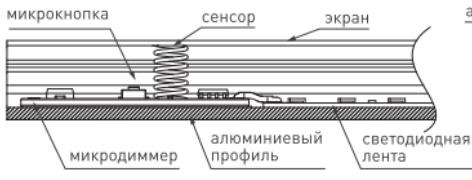
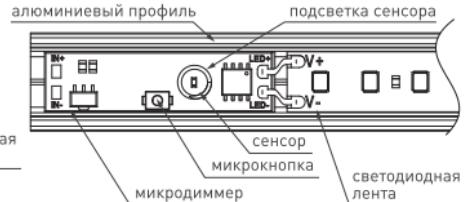

Рисунок 2. Микродиммер, установленный в профиль.
Рисунок 3. Микродиммер, установленный в профиль.
- 3.3. Установите микродиммер в профиль, приклейв его на двусторонний скотч таким образом, чтобы надетый на профиль экран поджимал сенсор (пружину) микродиммера. Если уровень сенсора не прижимается ко внутренней части экрана, используйте прокладку необходимой высоты (см. Рис. 2 и Рис. 3). При этом расстояние от платы микродиммера до нижней части экрана должно быть в пределах от 5 до 10 мм и толщина экрана (рассеивателя) не должна превышать 3 мм.